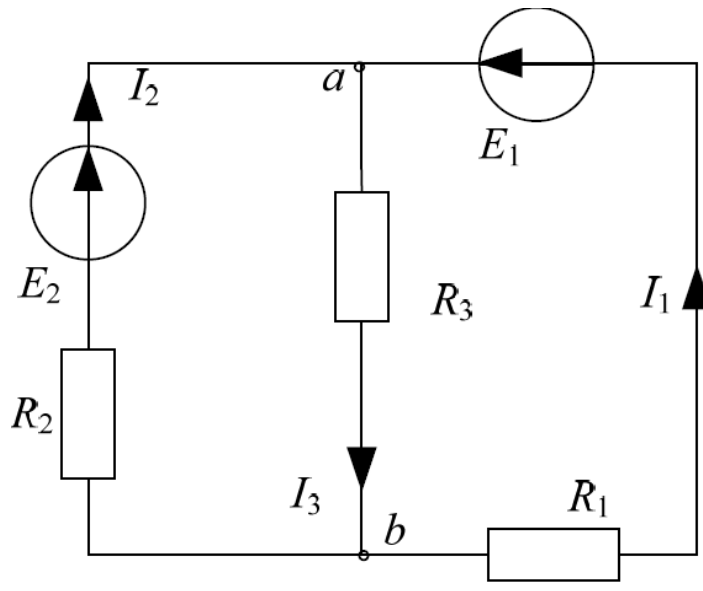

Рис. 17
2.7 В схеме, приведенной на рис. 17, известны следующие параметры: $E_1 = 10 \text{ В}$, $E_2 = 5 \text{ В}$, $R_1 = 2,4 \text{ Ом}$, $R_2 = 1,4 \text{ Ом}$, $R_3 = 0,8 \text{ Ом}$. Определить токи ветвей по методу контурных токов. Проверить расчет с помощью баланса мощностей.